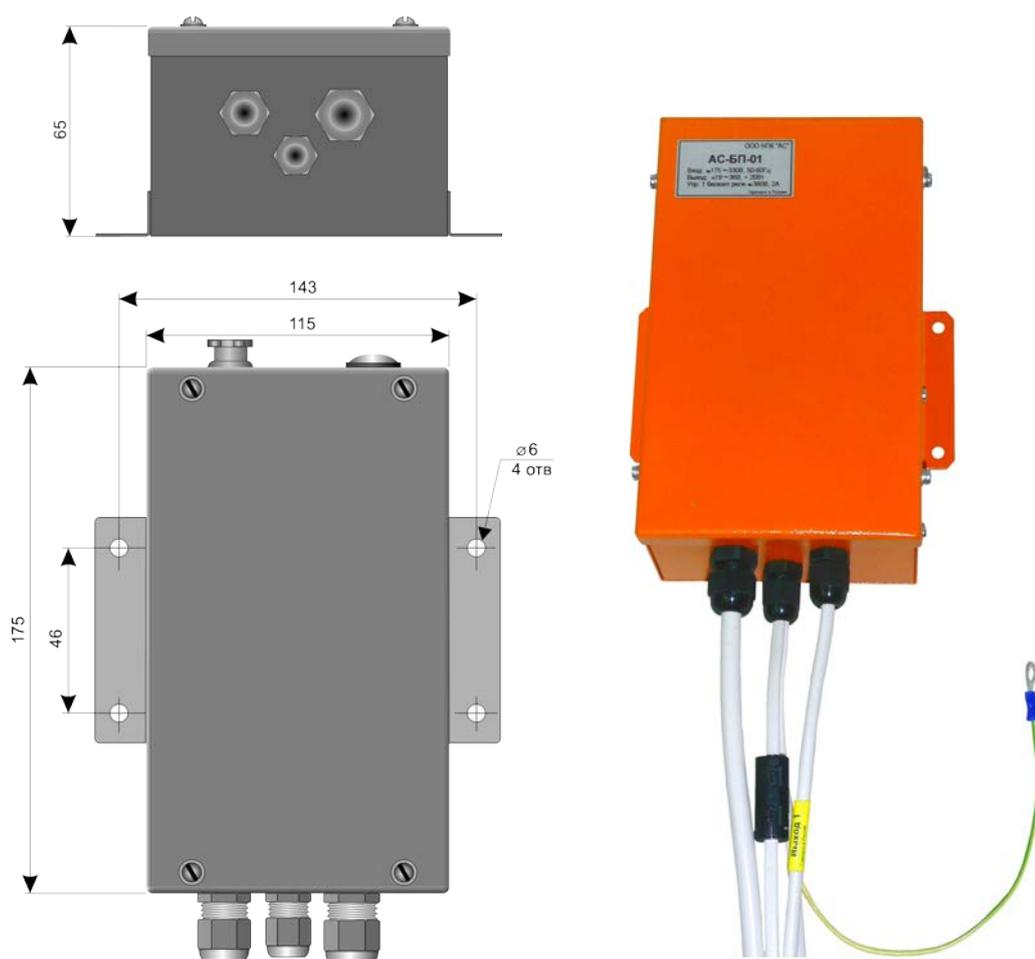

Рис. 6
- 4) блок питания АС-БП-01 _____ 1 шт, Рис.6;
6.6. Первичный источник питания ИП, Рис.6, служит для преобразования сетевого напряжения 220В в необходимое для питания микроконтроллера напряжение 24В. Источник размещается в непосредственной близости от микроконтроллера, в зоне с отсутствием помех конвективному теплообмену. Содержит встроенный выключатель Sn1, предохранитель, преобразователь 220/24В и бесконтактное реле, рассчитанное на коммутацию электрических цепей с напряжением до 380В при токе коммутации до 2А.